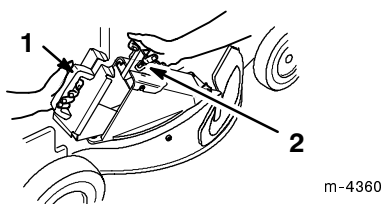

Figure 50
3. Ouvrez le volet d'éjection en tirant la poignée en arrière (Fig. 50) et gardez-le ouvert pendant que vous introduisez l'obturateur.